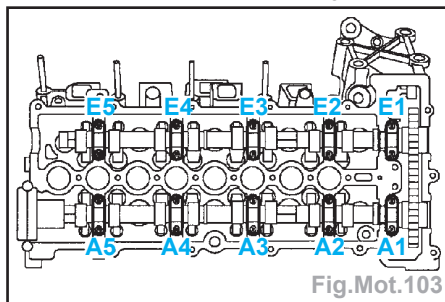

Fig.Mot.103
- Identifier les chapeaux de palier d'arbre à cames pour faciliter l'assemblage. L'arbre à cames d'admission porte l'inscription «**E**», les chapeaux portant les indications «**E1**» à «**E5**», depuis le pignon de chaîne, observé depuis l'échappement du moteur. L'arbre à cames d'échappement porte une inscription «**A**» et les chapeaux sont identifiés par «**A**» à «**A5**» depuis le pignon de chaîne, observé depuis l'échappement du moteur (Fig.Mot.103).